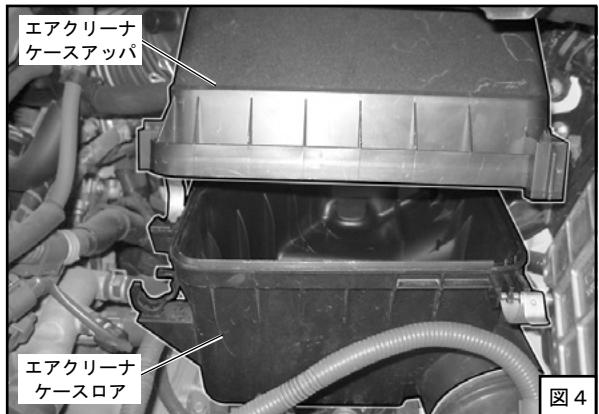

図4
(8) エアエレメントを取外してください。
(9) エアクリーナーケースアップを少し浮かせてエアクリーナーケースロアを固定しているボルト3本を外し、エアクリーナーケースが自由に動かせるようにしてください。（図4）